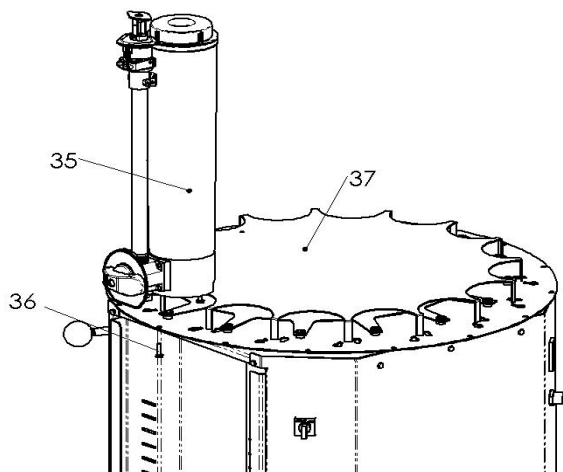
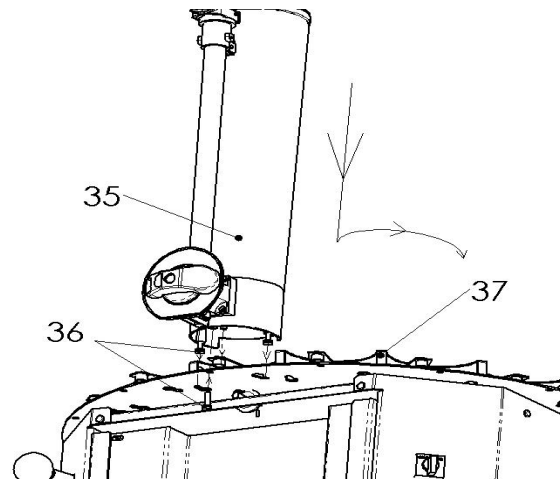

Figure 3-2
Figure 3-3
- 1) Enlever le panneau protecteur (37) de son emballage en prenant soin de ne pas l'endommager.
- 3) Enlever le groupe réservoir (35) de son emballage.
- 4) En travaillant face à l'unité (Figure 3-2), le levier bloquant le carousel, positionner la tige d'agitation du réservoir (35) dans la douille en plastique du disque agitateur, puis placer les deux vis (36) qui se trouvent à la base du groupe réservoir dans les fentes de la plaque tournante et tourner dans le sens antihoraire.
- 5) Serrer les deux vis (36) x 2 avec un tournevis à douille de 10 mm, une clé de 10 mm ou un tournevis en croix, conformément au type de vis fourni.
- 6) Introduire la troisième vis (36) x 1 (Figure 3-3) devant le réservoir pour bien le fixer et la serrer comme indiqué ci-dessus.